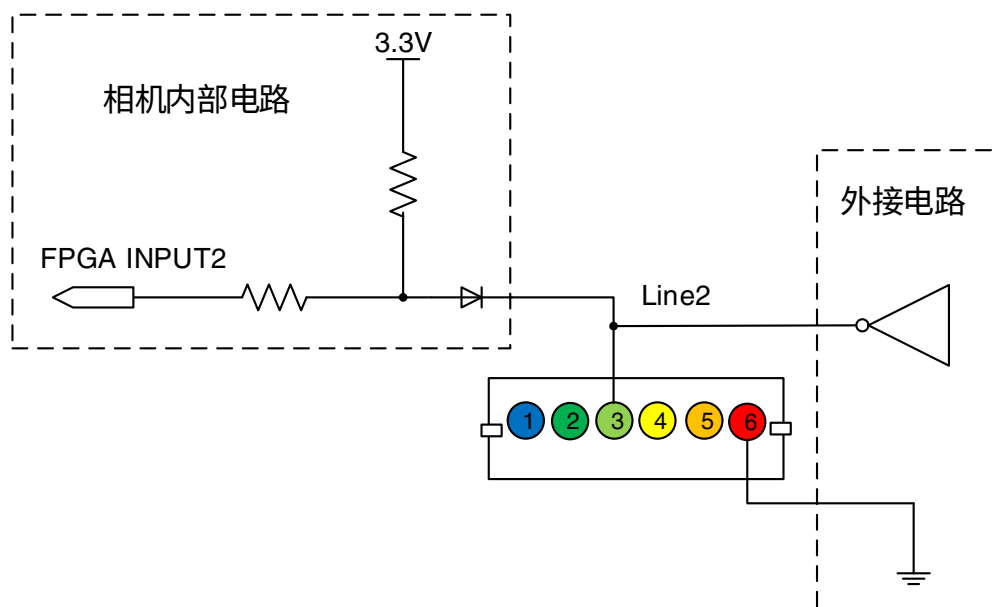

图 7-36 Line2 配置为输入引脚时相机内部等效电路
- Line2/3 配置为输入引脚时，以 Line2 为例，相机内部等效电路如图 7-36 所示